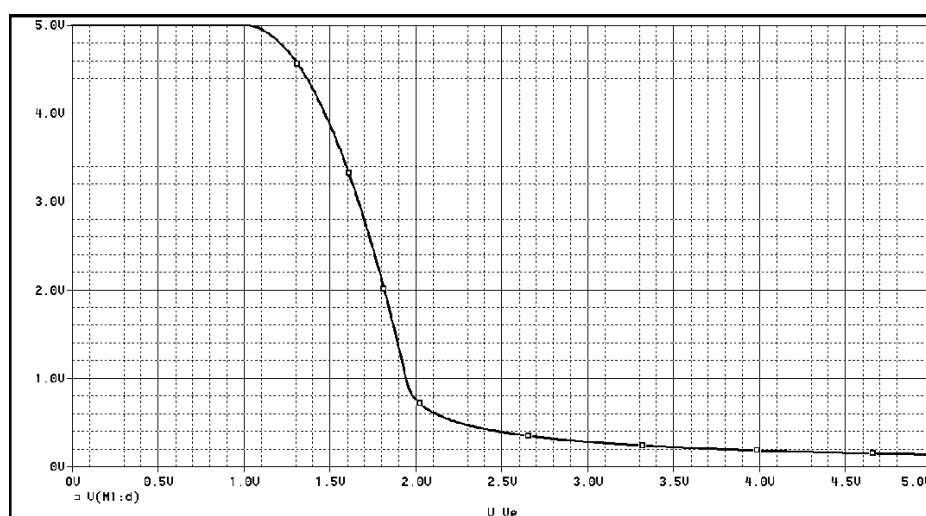

Figura 3. Curva de transferencia del inversor NMOS.
1.4 A continuación, utilizad el comando **Analysis/simulate (F11)** para iniciar la simulación. Se activa PROBE y con **Trace/Add trace (Insert)** se selecciona la tensión de salida. La salida está en el drenador del transistor, por lo que una forma de especificarla es  $V(M1:d)$ , donde M1 sería el nombre del transistor (ojo, mirad el nombre del transistor en vuestro esquemático). Debe aparecer la curva de transferencia del inversor, con un aspecto como el que muestra la Figura 3. También podemos verlo poniendo un marcador de tensión  en la D del mosfet.